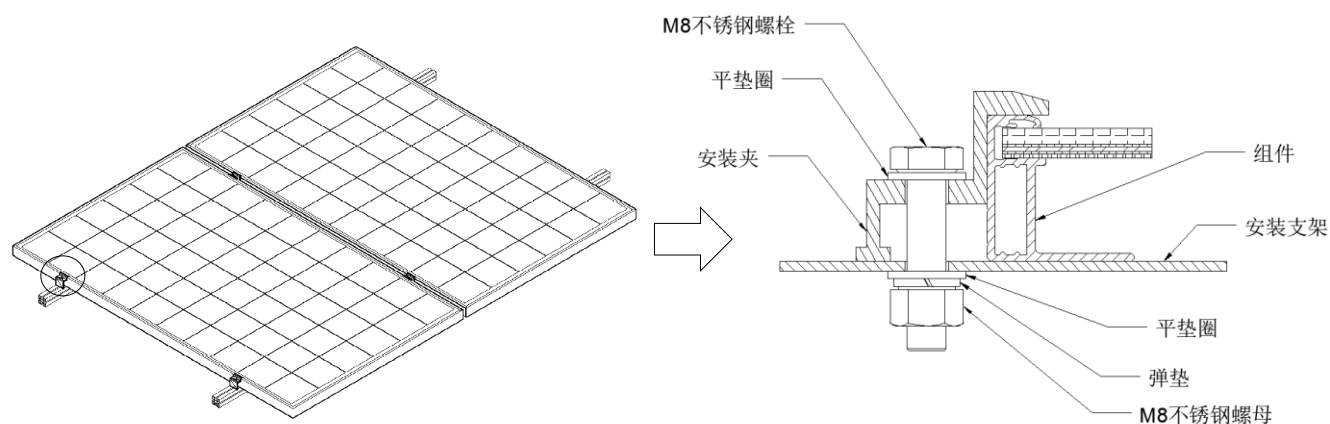

图 4 压块安装
- 压块安装：使用合适的压块，使用组件与安装支架固定，如图 4 所示。